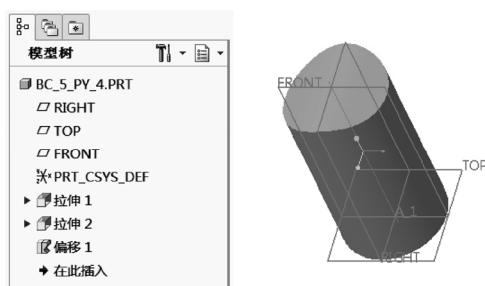

图 5-161 使用替换创建偏移的结果
6) 在本例中没有选中“保留替换面组”复选框。在“偏移”选项卡中单击（完成）按钮，使用替换创建偏移的结果如图 5-161 所示。